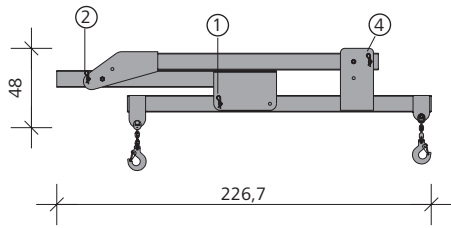
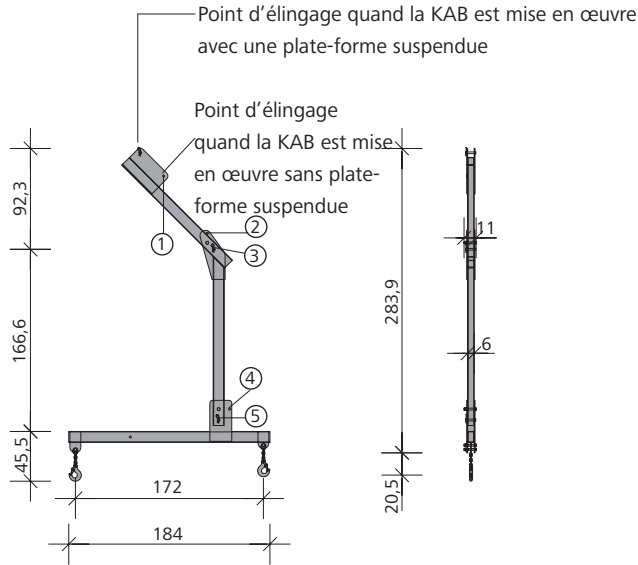

Fig. 15.1
Fig. 15.2
Le palonnier KAB doit être replié pour le transport. Utilisez des boulons à tête 16/90 et des goupilles $\beta 4$ aux niveaux (2), (1) et (4) pour bloquer le palonnier en position repliée (Fig. 15.1).
Pour la mise en œuvre du palonnier sur le chantier, retirez les goupilles $\beta 4$ et les boulons à tête 16/90 mis en place pour le transport (Fig. 15.1). Le palonnier KAB est ensuite déplié et goupillé aux niveaux (3) et (5) avec des boulons à tête et des goupilles $\beta 4$ (Fig. 15.2).